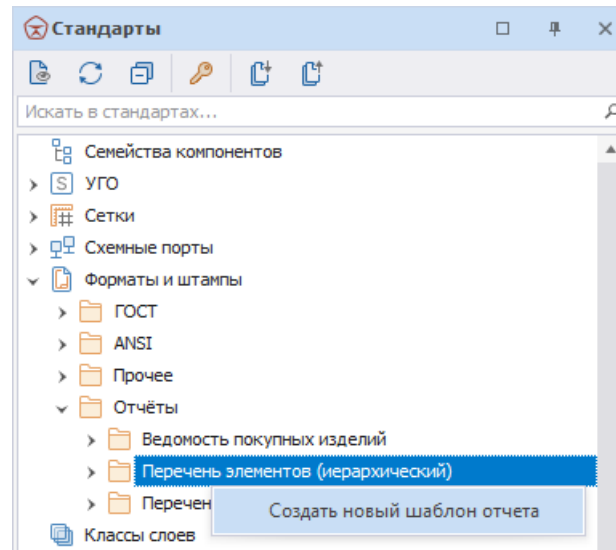

Рис. 66 Создание нового шаблона отчета
2. Вызовите контекстное меню с одного из подразделов («Ведомость покупных изделий», «Перечень элементов (иерархический)» или «Перечень элементов (плоский)») и выберите пункт «Создать новый шаблон отчета», см. Рис. 66.